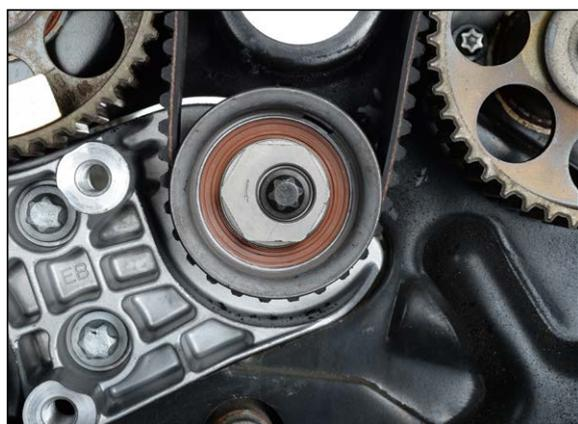
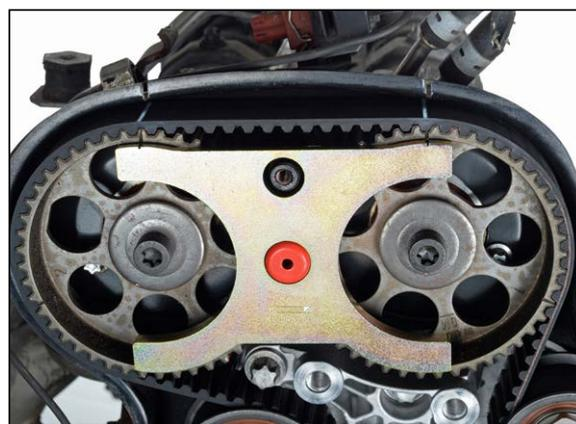

Fig. 21
Fig. 22
11. À l'aide de la clé (MKM-6038) ou d'une clé multiprise, tourner l'excentrique du galet de renvoi supérieur dans le sens inverse des aiguilles d'une montre, jusqu'à ce que la pointe de l'excentrique se trouve approximativement en position 9 heures (Figure 21) et que les repères des poulies d'arbre à cames et du calibre de contrôle (KM-800-20) soient alignés (Figure 22). Serrer le galet de renvoi supérieur au couple de 40 Nm.
16. Engager le calibre de contrôle (KM-800-20) sur les poulies d'arbre à cames « 1 » et « 2 ». Aligner les repères des poulies d'arbre à cames et du calibre de réglage (KM-800-20) (Figure 22). Si les repères ne coïncident pas, recommencez la procédure de réglage, conformément aux instructions du point 11.